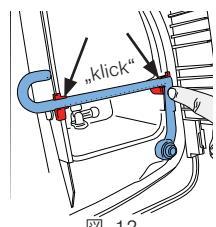

図. 12
- ・左右の留め金にリンス管を押しつけて、元に戻してください（図12）。